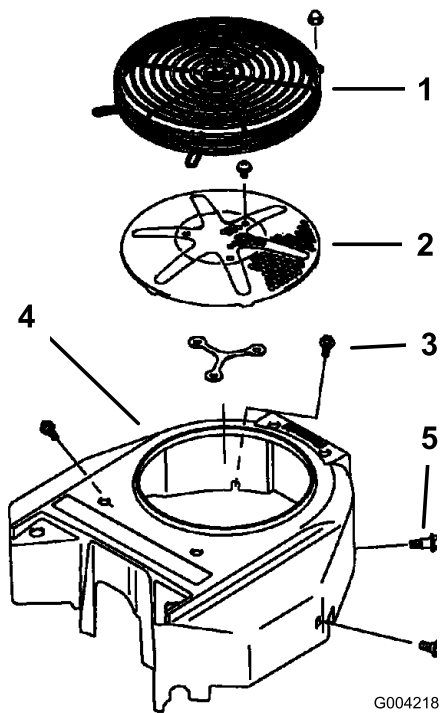

Bild 76
Entfernen Sie Schnittgut, Schmutz und andere Fremdkörper vor jedem Einsatz der Maschine vom Luftansauggitter des Motors. So gewährleisten Sie eine ausreichende Kühlung sowie die korrekte Motordrehzahl und reduzieren die Gefahr einer Überhitzung und mechanischer Motorschäden (Bild 76).
3. Entfernen Sie das Luftansauggitter, den Rücklaufstarter und das Lüftergehäuse (Bild 76).
5. Montieren Sie das Luftansauggitter, den Rücklaufstarter und das Lüftergehäuse (Bild 76).